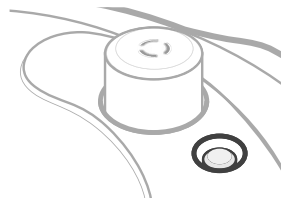

Figura 1.8
- La válvula de flotador indica si hay presión dentro de la olla. La válvula de flotador hacia abajo significa que no hay presión en el interior. [Figura 1.8]